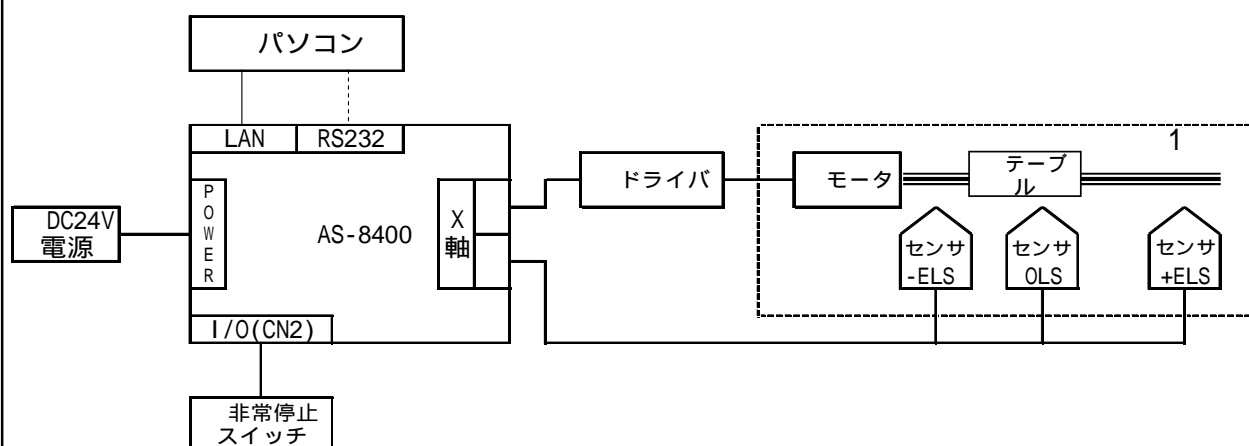

図1
本書はAS-8400を初めて使われる方を対象に、導入時必要なことを理解していただくための手引書です。図1の構成に沿って説明していきます。
AS-8400の最小構成は図1のようになります。
- 1 . 先に説明した図 1 の構成になるようにAS-8400、電源、パソコン、ドライバ等を接続します。ただし、LAN接続の場合は RS232ケーブルは使用しません。